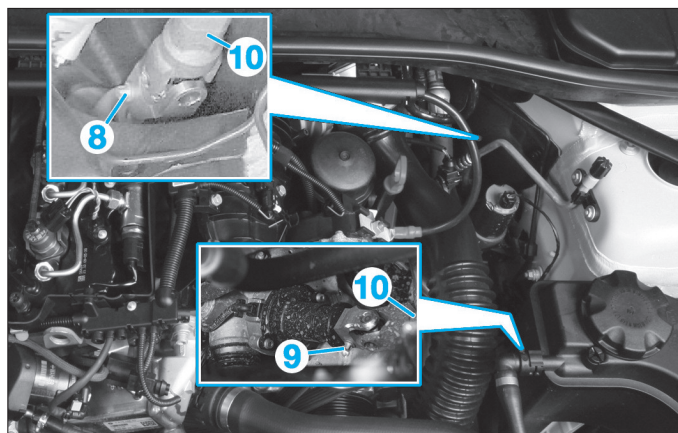

Fig. 5
- Déposer les vis de fixation (8) et (9) de l'arbre inférieur (10) de la colonne de direction (Fig.5).
- Reposer l'arbre inférieur de direction (10) (Fig.5). Il ne peut être inséré que dans une position sur la colonne de direction.
- Retarder les filetages et remplacer les vis de serrage (8) et (9).